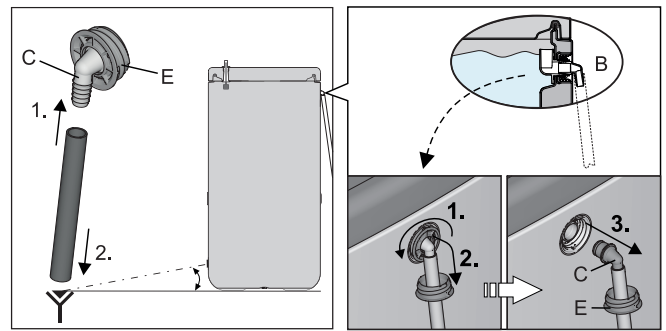
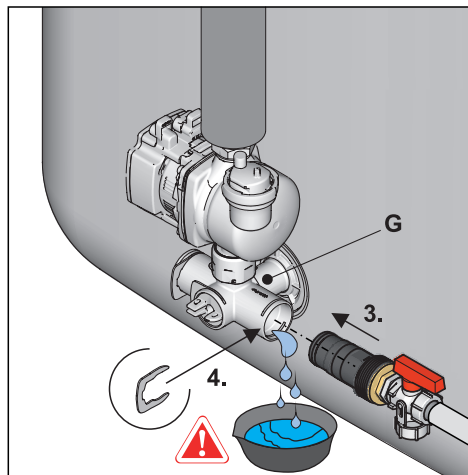

Bild 8-1 Ablaufschlauch montieren; Optional: Anschlussstück vom Sicherheitsüberlauf demontieren
Bild 8-6 KFE-Befüllanschluss in Anschlusswinkel montieren
- 2 Ablaufschlauch an den **KFE-Befüllanschluss (Zubehör KFE BA)** (Bild 8-1, Pos A) anschließen und zu einer mindestens bodentiefen Ablaufstelle verlegen.
Ist kein **KFE-Befüllanschluss** verfügbar, kann alternativ das Anschlussstück (Bild 8-1, Pos. C) vom Sicherheitsüberlauf (Pos. B) demontiert und verwendet werden.
Tab. 8-1 Legende zu Bild 8-1 bis Bild 8-6
- Ventileinsatz am Anschlusswinkel so einstellen, dass der Weg zum Blindstopfen abgesperrt ist (Bild 8-6).
- Geeignete Auffangwanne unterstellen und Blindstopfen vom Anschlusswinkel entfernen (Bild 8-6).
- 3 **KFE-Befüllanschluss** in den Anschlusswinkel einstecken und mit Halteklammer sichern (Bild 8-6).